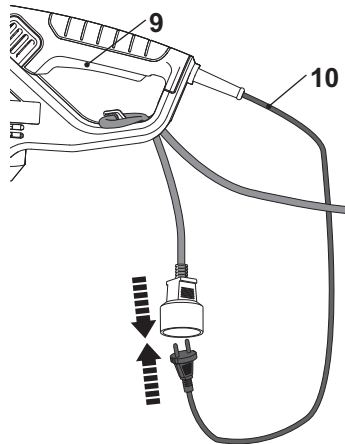

Fig. 5
3. Conecte el cable de alimentación (10) a la toma del alargador (Fig. 5).